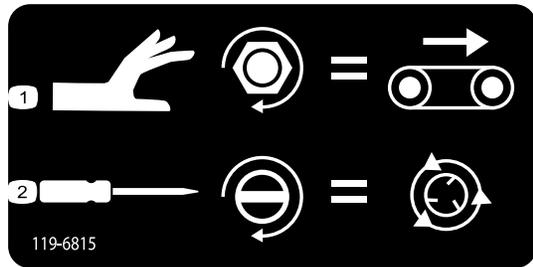

Figure 44
- Pour régler la vitesse de la bande transporteuse (Figure 44), tournez le bouton dans le sens horaire. La vitesse maximale de la bande transporteuse est utilisée dans le
- Pour régler la vitesse des disques (Figure 44), utilisez un tournevis à lame plate pour tourner la commande dans le sens horaire pour augmenter la vitesse ou dans le sens antihoraire pour réduire la vitesse.